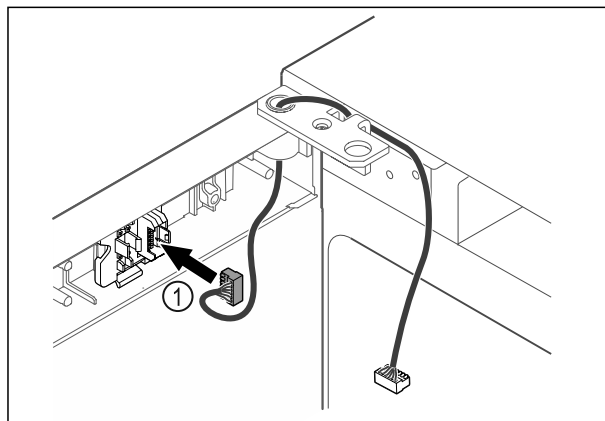

Fig. 49
- Sæt stikket Fig. 49 (1) i stikholderen.